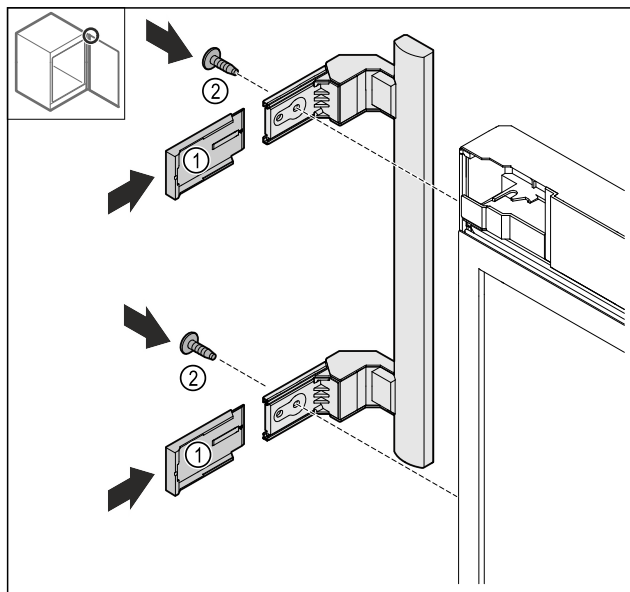

Fig. 25
- Uzbīdīet pārsegu Fig. 25 (1).